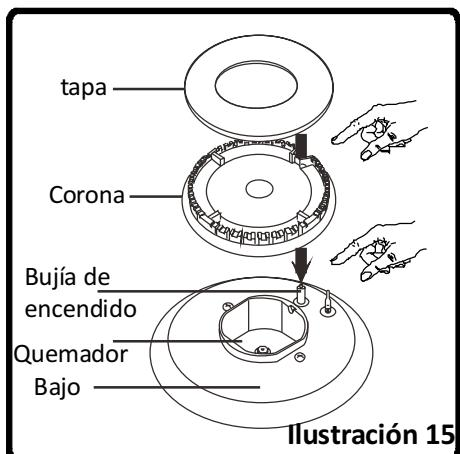

Ilustración 15
- Saque las rejillas esmaltadas, las tapas y los quemadores superiores (Ilustración 15).